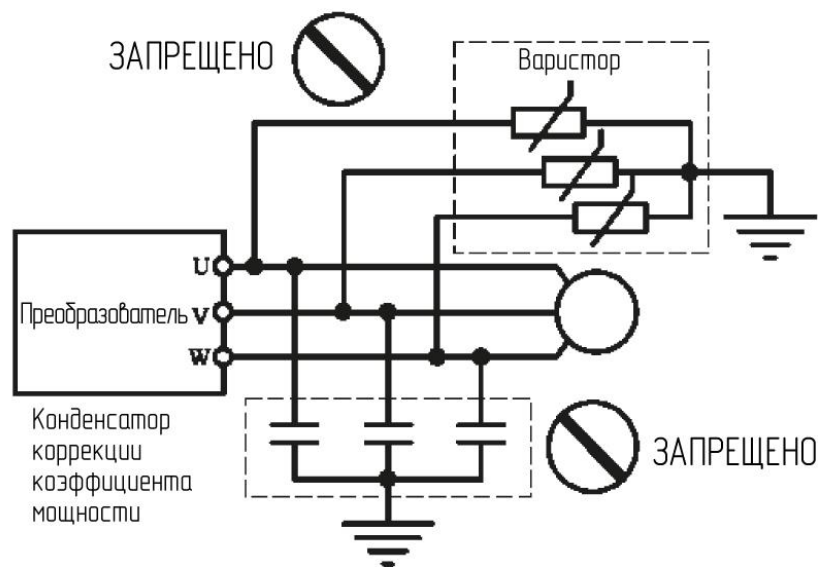

Рисунок 1-3
- Выходной сигнал напряжения преобразователя представляет собой импульсную волну (ШИМ, широтно-импульсная модуляция). Поэтому запрещается устанавливать конденсатор или варистор на выходе преобразователя. В противном случае возможны ошибки в работе преобразователя и повреждение его компонентов. Демонтируйте конденсатор или варистор, если они уже были установлены. См. рис. 1-3 ниже.